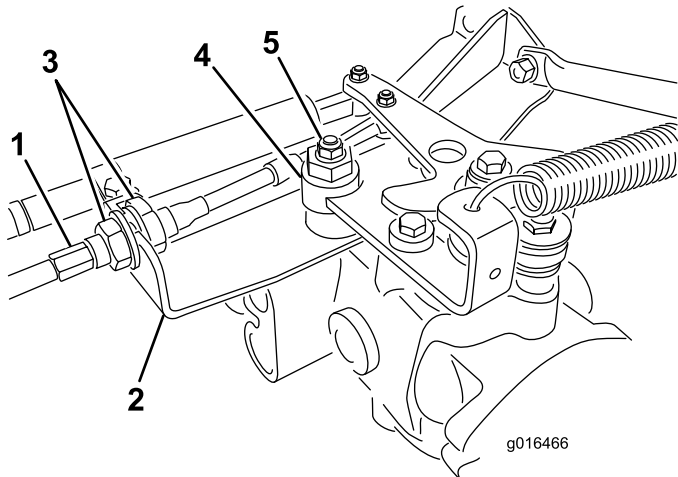

图 47
- A. 松开将驱动控制拉线固定至静液压装置隔板上的两个锁紧螺母图 47。确保锁紧螺母的松动程度相同并足以进行调节。
**注意** 松开将偏心螺栓固定到静液压泵顶部的螺母图 47。
- D. 当轮子停止旋转时、旋紧螺母、锁定偏心螺栓和调整 (图 47)。
- F. 从隔板的两侧均匀拧紧锁紧螺母将驱动拉线固定到隔板上图 47。切勿让拉线缠绕在一起。